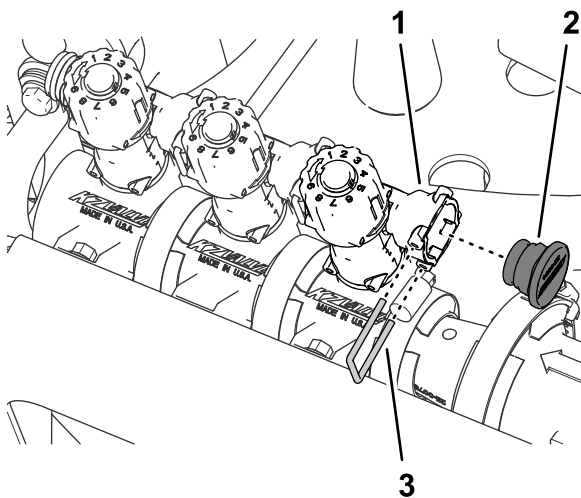

Figura 67
8. Instale el tapón en el acoplamiento rápido de la válvula de desvío (**Figura 67**).
9. Sujete el tapón al acoplamiento rápido hembra con la horquilla de retención que retiró en el paso 3 (Figura 67).